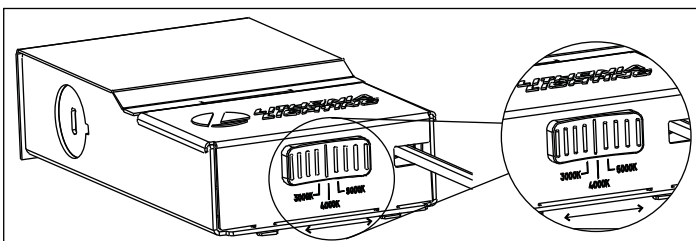

Figure 4 / Figura 4 / Schéma 4
4. Use switch on the driver box (CCT option need to be selected before fixture installation) to select appropriate light color (warm, bright, or daylight option). (Figure 4)
4. Utilisez le commutateur sur le boîtier de la commande (l'option CCT doit être sélectionnée avant l'installation du luminaire) pour choisir la couleur de la lumière appropriée (chaude, brillante ou option de lumière du jour). (Figure 4)